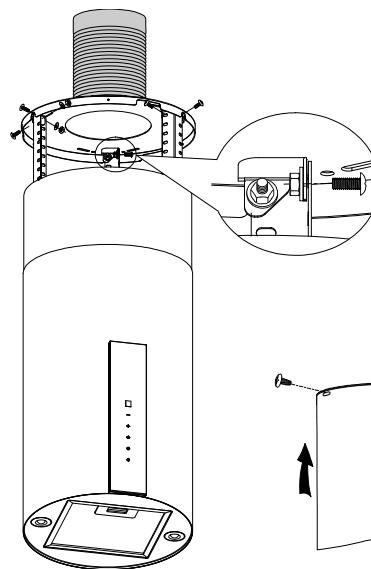

Рис. 8
9. Установите прибор и достаньте гофротрубу из потолка. Затем с помощью 6 шт. винтов M4X10, гаек M4 и шайб прикрепите уголки к потолочной пластине. См. рис. 8